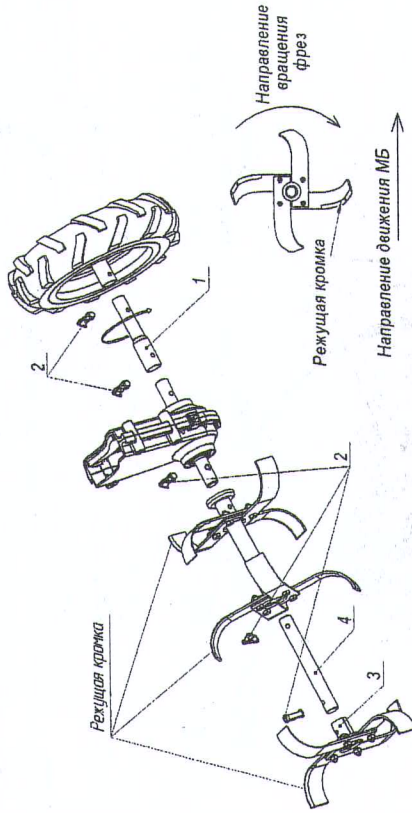

Рис.11. Установка 6-ти фрез-культиваторов или колес. 1 – удлинитель полуосей; 2 – стопор; 3 – фреза; 4 – валик.
В сцепную скобу мотоблока (рис.1) установите ограничитель глубины обработки почвы, фиксируя его по высоте выступания. На полуоси установите и закрепите стопорами необходимое количество фрез-культиваторов (рис.11, 12), установите закрывки и оденьте защитные очки.
**ВНИМАНИЕ! ОСТРЫЕ КРОМКИ НОЖЕЙ ДОЛЖНЫ БЫТЬ НАПРАВЛЕННЫ ПО НАПРАВЛЕНИЮ ДВИЖЕНИЯ МОТОБЛОКА** (рис.11,12).